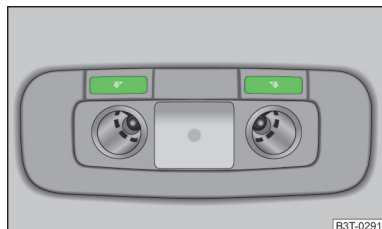

Fig. 55
**Commutateur pour les veilleuses » fig. 55**